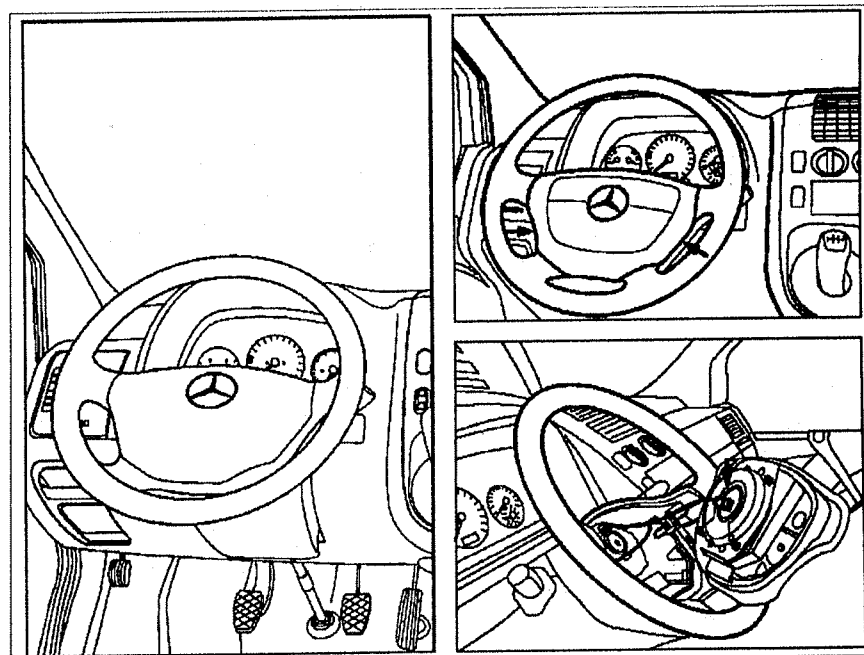

Рис. 8.10. Подушка безопасности водителя.
2. Открутите металлические болты (**стрелки**) крепления декоративной панели рулевого колеса (см.рис. 8.10).